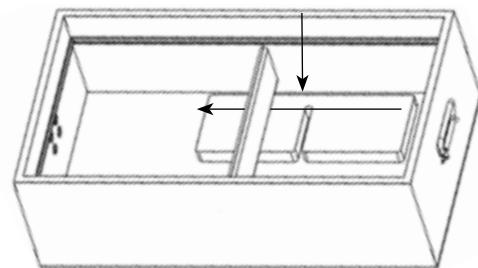

Figura 22
- Voltear la caja de asiento y colocar un espaciador de espuma en la parte inferior, con el papel PSA hacia arriba. Deslizarlo por debajo de la costilla de madera central. Ver la figura 22.